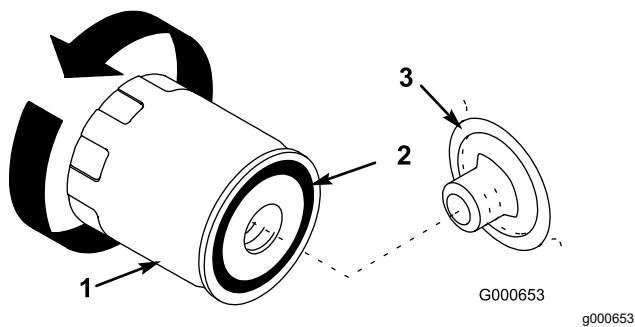

Figura 25
7. Togliete il filtro usato e tergete la superficie della guarnizione del riduttore del filtro (Figura 25).
10. Spalmate un velo di olio nuovo sulla guarnizione di gomma del filtro di ricambio (Figura 25).
11. Montate il nuovo filtro dell'olio sull'adattatore. Girate il filtro in senso orario finché la guarnizione di gomma non tocca l'adattatore, quindi serrate il filtro di un altro mezzo giro (Figura 25).